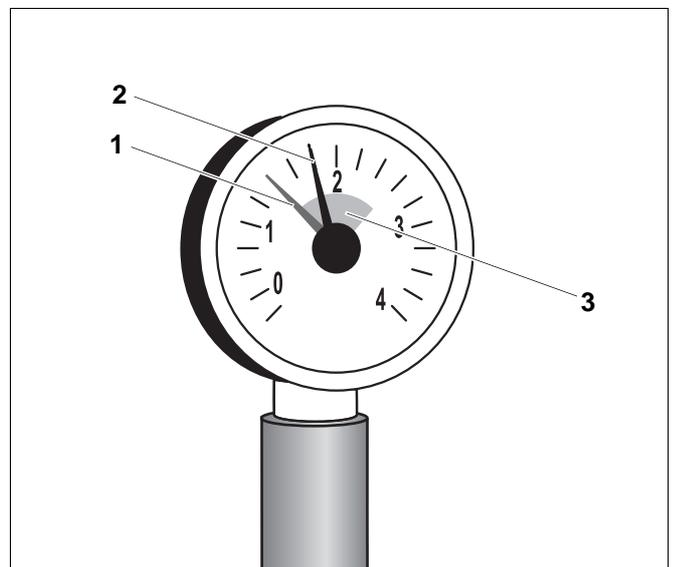

Abb. 21 Manometer für geschlossene Heizungsanlagen
- Roter Zeiger (Abb. 21, **Pos. 1**) des Manometers der Heizungsanlage auf den erforderlichen Mindestdruck von 1 bar einstellen.